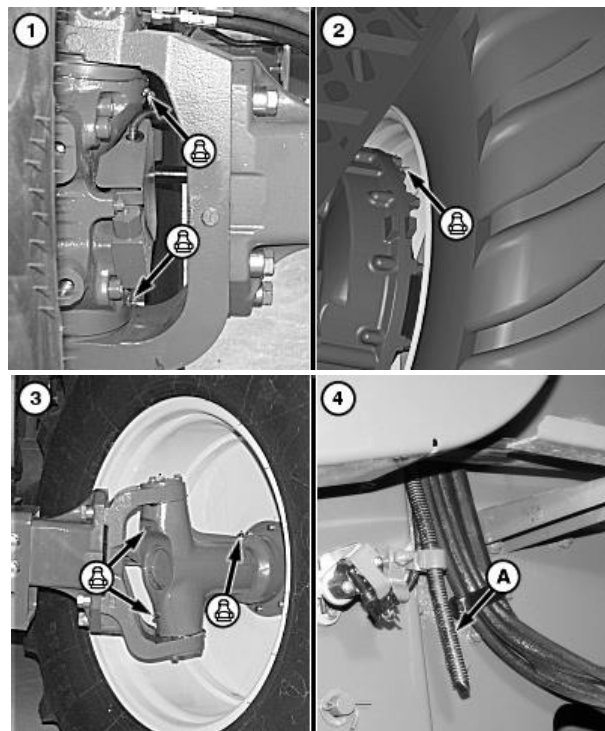

Рис.4.36 – Змащення: моторних цапф (1) та зовнішніх підшипників (2); змащення підшипників осей моста (3) та очищення зливного шлангу (4)
3. Змащення моторних цапф двошвидкісного чотирьохколісного приводу. Необхідно ввести мастило в дві прес-масльонки (з обох сторін) (рис.4.36).
4. Змащення зовнішніх підшипників кінцевої передачі. При роботі у воді та підвищеній вологості вводити змащення в масльонки (з обох сторін) (рис.4.36).
5. Змащення підшипників осей моста для важких режимів роботи двоколісного приводу (рис.4.36). При роботі в воді та підвищеній вологості вводити змащення в масльонки.
6. Очистити зливний шланг (А) системи кондиціонування повітря (рис.4.36).